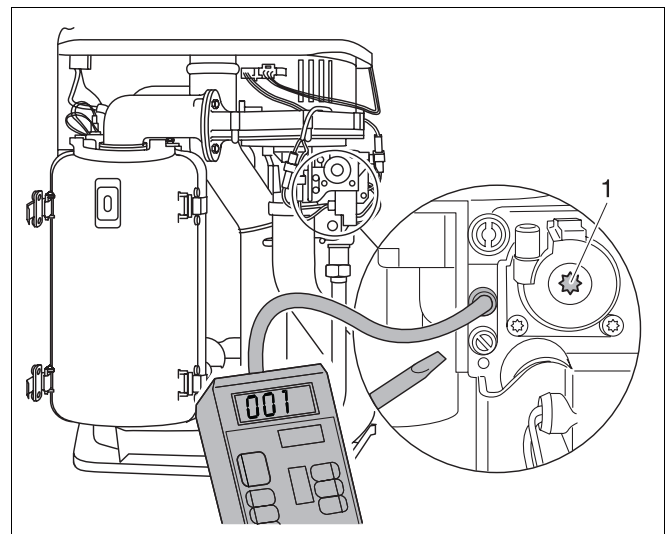

Abb. 32 Gas-/Luftverhältnis kontrollieren
- Verschlusschraube am Messnippel für Brennerdruck um eine Umdrehung lösen (Abb. 32).
- Plusanschluss des Druckmessgerätes mit einem Schlauch mit dem Messnippel für Brennerdruck verbinden (Abb. 32).
- Bei Abweichung Gas-/Luftverhältnis an der Einstellschraube (Abb. 32, Pos. 1) nachregeln.